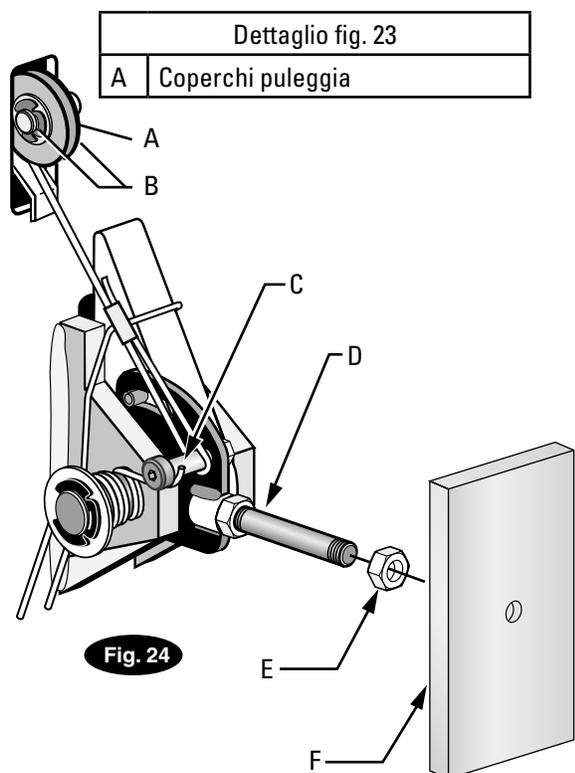
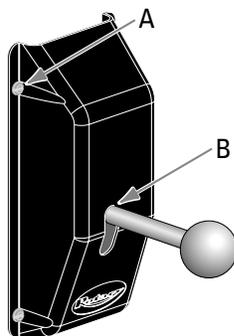

Fig. 24
Fig. 27
- B) Far passare l'ansa del cavo sull'estremità della vite con spallamento sul lato destro della piastra di comando del gancio di arresto, fig. 24.
- C) Far passare l'altro capo del cavo attraverso la fessura per la puleggia del cavo del gancio di arresto e assicurarsi che il cavo passi tra il lato inferiore della puleggia del cavo del gancio di arresto e il coperchio della puleggia, e poi all'interno della colonna di destra, fig. 24.
Dettaglio fig. 24
- J) Adesso è ASSOLUTAMENTE necessario montare la leva del gancio di arresto, il controdado e il coperchio del gancio di arresto della colonna destra, fig. 24 & fig. 27. Montare la testa sferica della leva del gancio di arresto, fig. 27.
Dettaglio fig. 27